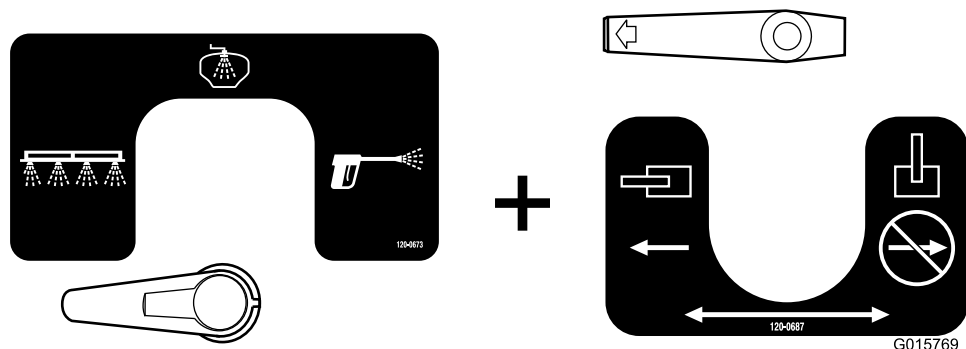

図 36
- ・ 以下はブームすすぎ用の設定です（図 36）。この設定では、ブームからすすぎ水が散布されます。